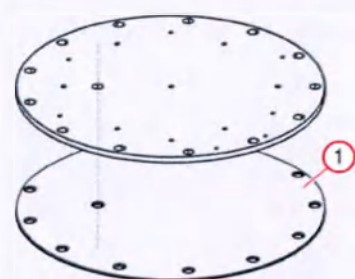
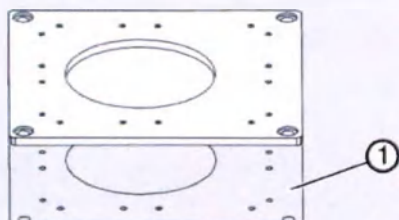

Рис. 20: Напольный штатив, установка изоляционной пластины
Рис. 21: Стол, установка изоляционной пластины
5 Подложите изоляционную пластину под каждую из монтажных пластин напольного штатива и стола (Рис. 20 (1), Рис. 21 (1)).